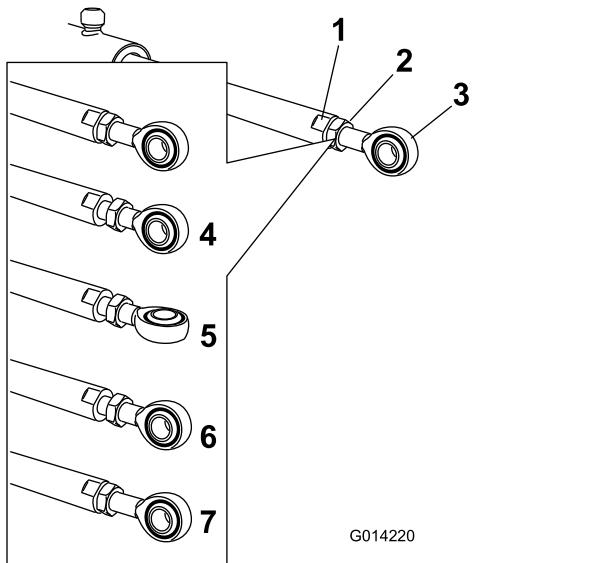

Figura 107
- Segure a barra do acionador nas partes planas da barra utilizando uma chave inglesa, e depois desaperte a porca de retenção (Figura 107).
6. Rode a extremidade da barra na barra do acionador para diminuir ou aumentar o acionador estendido para a posição desejada (Figura 107).